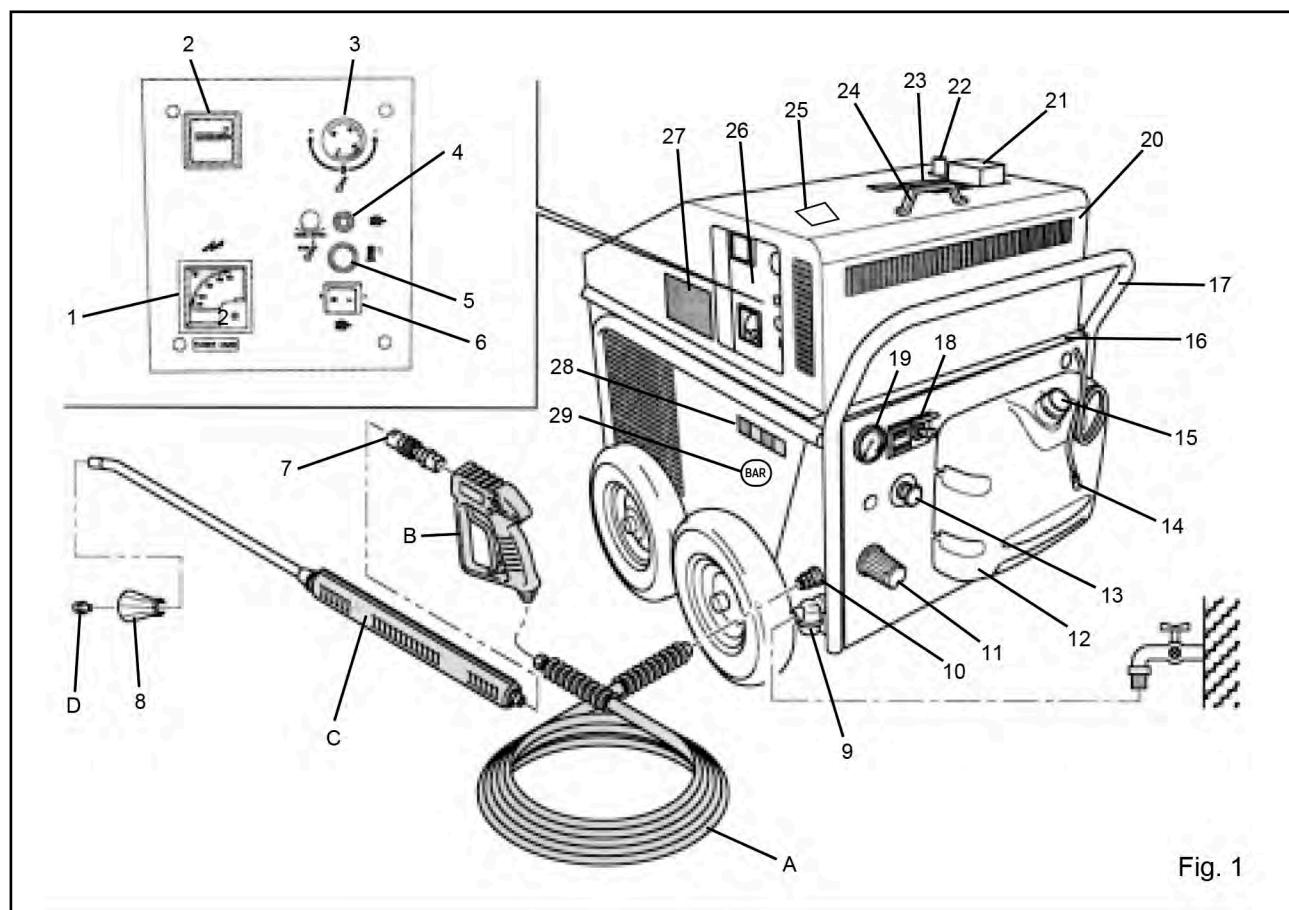

Fig. 1
- A – Conectar la maquina (Fig. 1 pos. 9) a la red idrica a través de un tubo de goma de buenas dimensiones. La presión de entrada de la misma debe ser superior a BAR 1 y hasta el màx de BAR 7 (por el consumo horario ver la placa de identificacion).
- B – Conectar el tubo de alta presion al especial conector de salida de la màquina (Fig. 1 posicion 10). Conectar la otra extremidad del tubo de alta presion a la pistola aerostatica - indicador control chorro y a la lanza chorro de agua.
- A – Versión gasolina: para llenar el deposito de gasolina abrir el capot que lo cierra (Fig. 1 pos. 20) y llenar el deposito que se encuentra sobre el motor endotermico; (esta maniobra se debe realizar siempre con el motor apagado haciendo atencion que el liquido no desborde y caiga sobre las partes calientes del motor puestas debajo del deposito). Si durante el llenado del deposito el combustible saliera, limpiar cuidadosamente todas las partes antes de poner en marcha el motor.
- A.1 – Llenar siempre el depósito externo de la màquina con gasoil (Fig. 1 pos. 15).